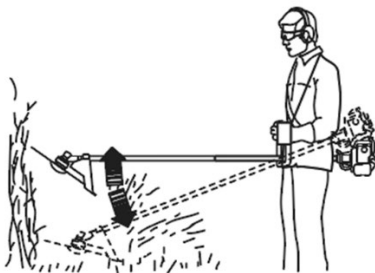

Рисунок 13. Схема скошування зарості бур'янів, очерету, чагарників.
3. Здійснити скошування заростів стебла (діаметром до 13 мм) невеликими частинами, рухаючи різальний дисковий ніж зверху донизу (рис. 13).